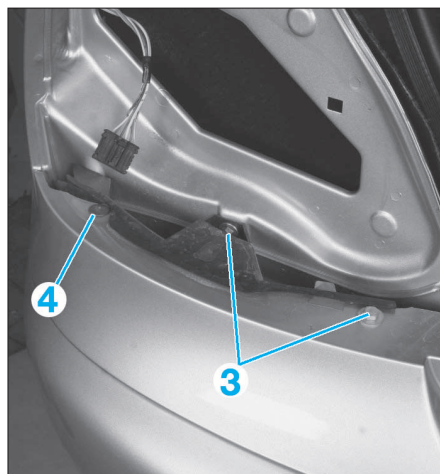

FIG. 108
- De chaque côté, déposer les vis (3) et rivets plastiques (4) (Fig.108).